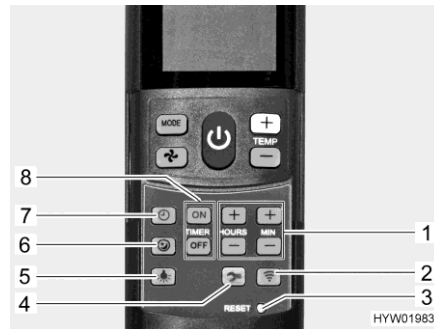

Bild 172 Fernbedienung mit Einstell-tasten (Klimaanlage)
Sanftlauf einschalten: ■ Taste Sanftlauf (Bild 172,6) drücken. Im Kühlbetrieb läuft das Gebläse dann mit niedriger Drehzahl und deshalb besonders leise.
Uhrzeit einstellen: ■ Taste Uhrzeit (Bild 172,7) drücken.
■ Mit den Tasten (Bild 172,1) Stunden und Minuten einstellen.
Einschaltzeit programmieren: ■ Taste "ON" (Bild 172,8) drücken.
■ Tasten für die Zeiteinstellung (Bild 172,1) drücken, bis die gewünschte Zeitspanne bis zum Einschalten erreicht ist.
■ Taste "ON" (Bild 172,8) drücken.
Ausschaltzeit programmieren: ■ Taste "OFF" (Bild 172,8) drücken.
■ Tasten für die Zeiteinstellung (Bild 172,1) drücken, bis die gewünschte Zeitspanne bis zum Ausschalten erreicht ist.
■ Taste "OFF" (Bild 172,8) drücken.
Timer deaktivieren: ■ Taste "ON" oder Taste "OFF" (Bild 172,8) erneut drücken.
Beleuchtung einschalten: ■ Taste Licht (Bild 172,5) drücken. Das Licht wird mit der zuletzt eingestellten Dimmstufe eingeschaltet.
Beleuchtung dimmen: ■ Taste Licht (Bild 172,5) drücken und gedrückt halten, bis die gewünschte Helligkeit erreicht ist.
Beleuchtung ausschalten: ■ Taste Licht (Bild 172,5) drücken.
- ▷ Die Taste Setup (Bild 172,4) dient dazu, die Fernbedienung bei der ersten Inbetriebnahme mit der Klimaanlage zu verbinden.